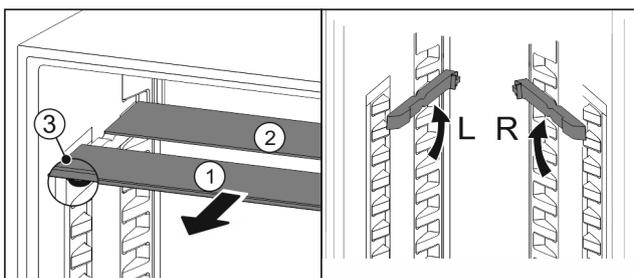

Fig. 82
- ▶ Glasplatten einzeln nach vorne herausziehen Fig. 82 (1).
- ▷ Glasplatte Fig. 82 (1) mit Zierleiste liegt vorne.
- ▷ Stopps Fig. 82 (3) zeigen nach unten.